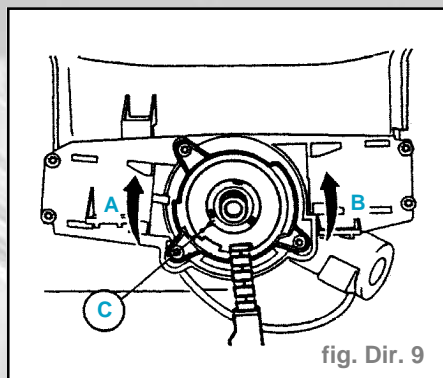

fig. Dir. 9
Impératif : En cas de décollement de l'adhésif maintenant la position centrale (C) du contacteur tournant, régler celui-ci avant la repose (fig. Dir. 9).
- Réglage du contacteur à l'état libre (fig. Dir. 9).
- Tourner la platine supérieure dans le sens (A) jusqu'à la butée.
- Effectuer une rotation inverse dans le sens (B) de la platine en comptant le nombre de tours jusqu'à la butée symétrique.
- Ramener la platine supérieure en position centrale (C) en effectuant une rotation dans le sens (A) de la moitié de la totalité du nombre de tours (soit 2,5 tours environ).
Attention : En position centrale, le faisceau d'alimentation du module volant doit se situer en face du repère (C) (fig. Dir. 9).